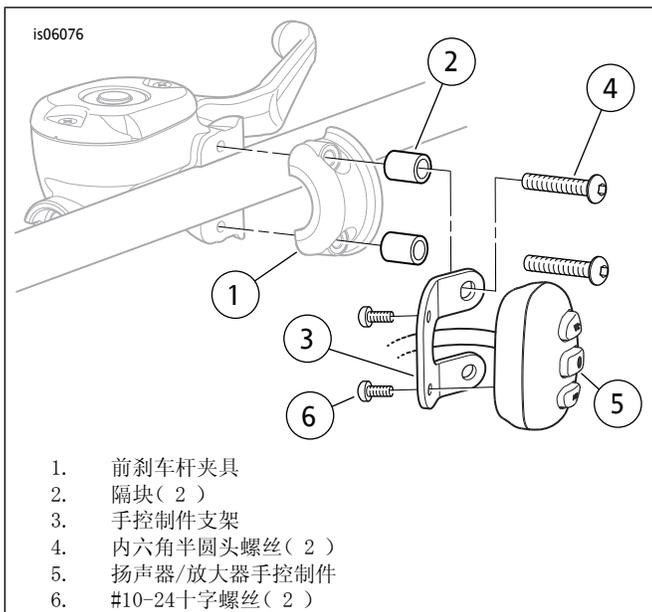

图2。安装手控制件和支架
1. 参见图2。从车辆上拆下前刹车杆夹紧螺丝。拆下夹具 ( 1 ) 并保留。可丢弃螺丝。